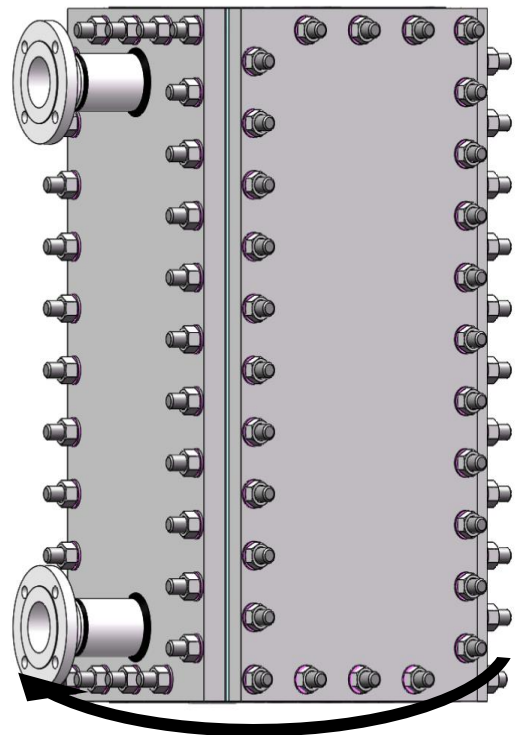

Figura 20
- Respete el sentido del ajuste previo indicado en la figura 20.